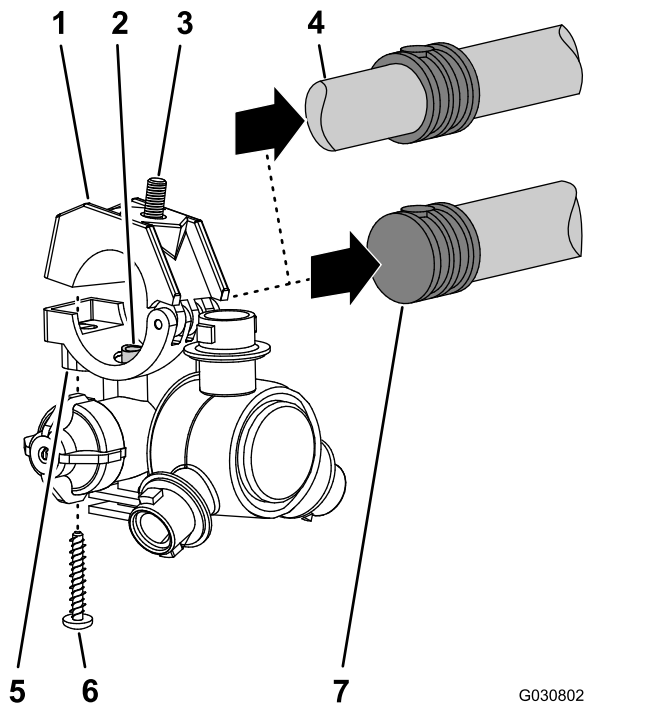

Figura 119
- Trabajando con las 8 boquillas de fumigación que retiró en el paso 1, retire los tornillos de acero inoxidable (N° 12 x 1¼") que sujetan las mitades superiores de las abrazaderas y los conectores de manguera de dentado simple o doble (¾") al cuerpo de cada boquilla de fumigación, y retire los conectores de manguera dentado (Figura 119).